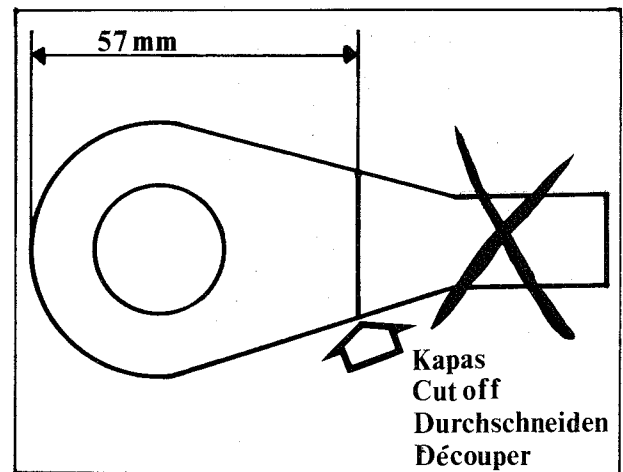

Fig. 2
2. Kapa av fästet enl. fig. 2.
2. Cut off the bracket according to fig. 2.
2. Die Befestigung gemäss Abb. 2 durchschneiden.
2. Découper l'étrier selon fig. 2.